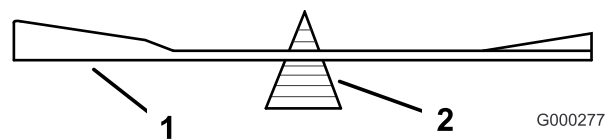
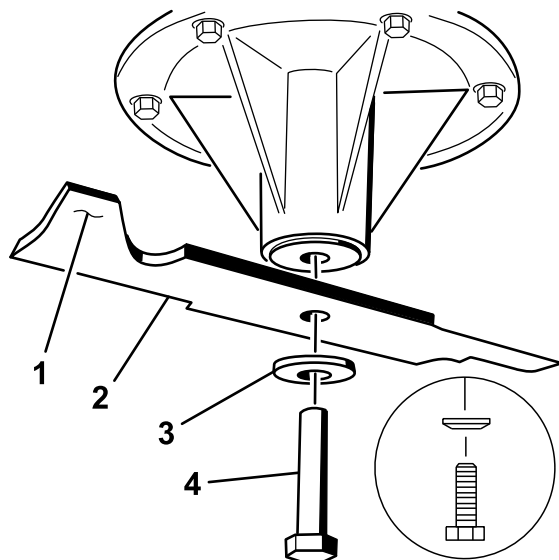

Figure 102
Figure 103
- Placez la lame sur l'axe (Figure 103).
- Installez la rondelle élastique et le boulon de la lame. Le côté bombé de la rondelle élastique doit être dirigé vers la tête du boulon (Figure 103). Serrez le boulon à un couple de 115 à 150 Nm (85 à 110 pi-lb).
- Vérifiez l'équilibre de la lame en la plaçant sur un équilibreur (Figure 102). Si la lame reste horizontale, elle est équilibrée et peut être utilisée. Si la lame est déséquilibrée, limez un peu l'extrémité de la partie relevée seulement (Figure 103). Répétez la procédure jusqu'à ce que la lame soit équilibrée.